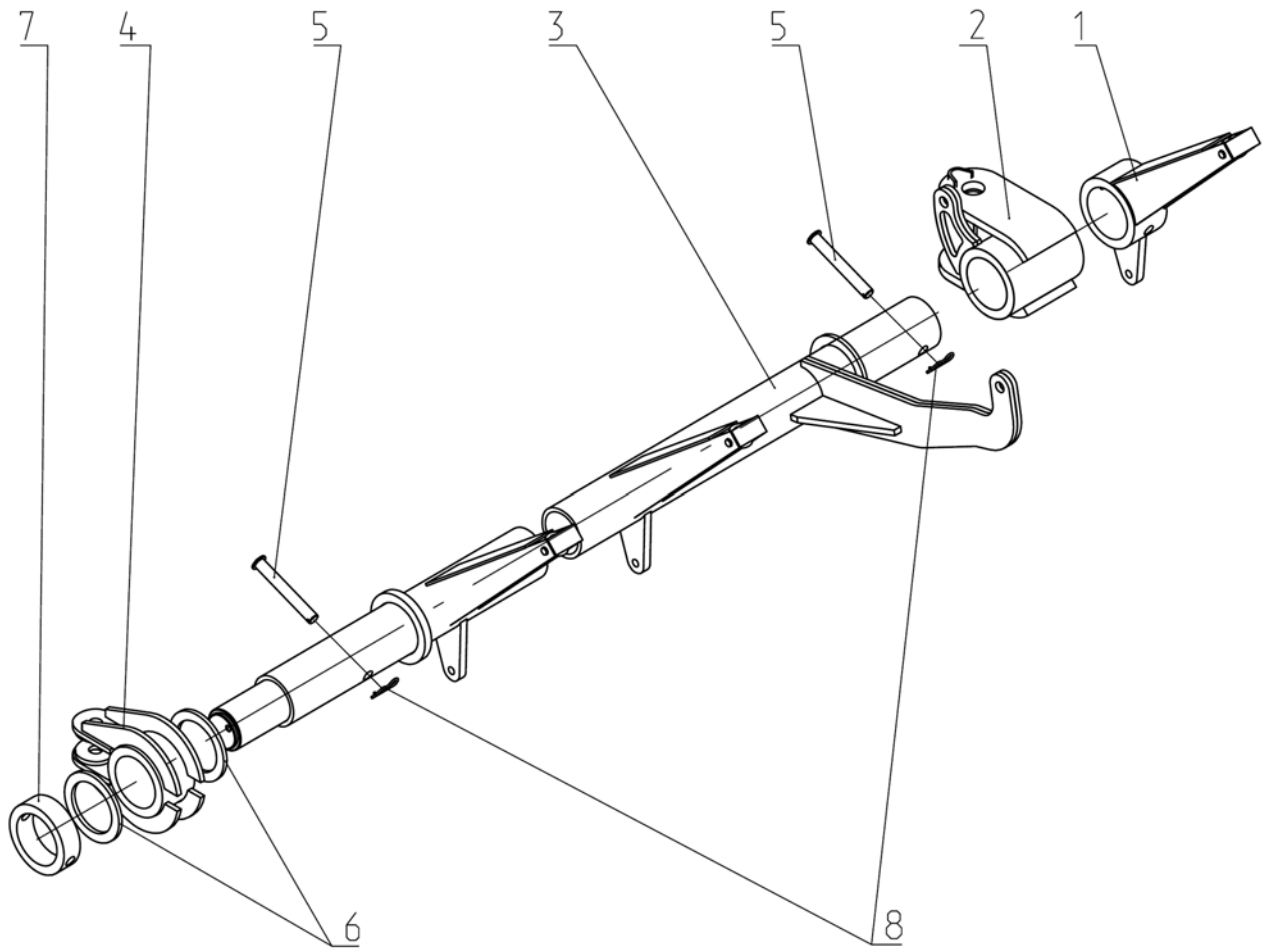

Рис.7. ЛДГ 01.030-01 Брус левый.
2.11. Сница в сборе (Рис.7) предназначена для присоединения луцильника к трактору. Сница в сборе состоит из сницы 1, на которую крепятся цепь страховая 2, кронштейн 3, серьга 5, опора стояночная 4, чистик 6, подкладки под колеса 7, а также прижим 9, при помощи которого к снице крепится мост и прижим 10, при помощи которого, к снице крепится секция центральная в сборе.